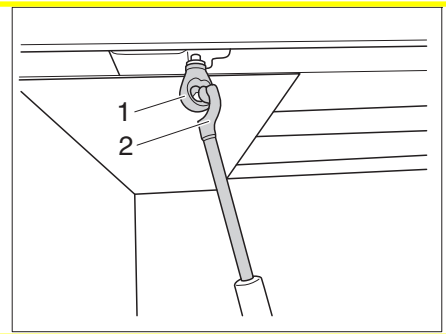

Bild 150 Höhenverstellung
- Kurbel (Bild 150,2) in die Öse (Bild 150,1) der Höhenverstellung einhängen.